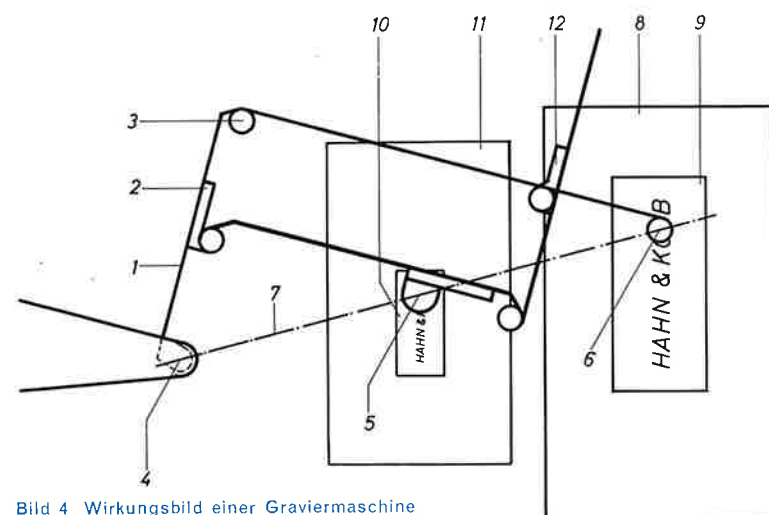
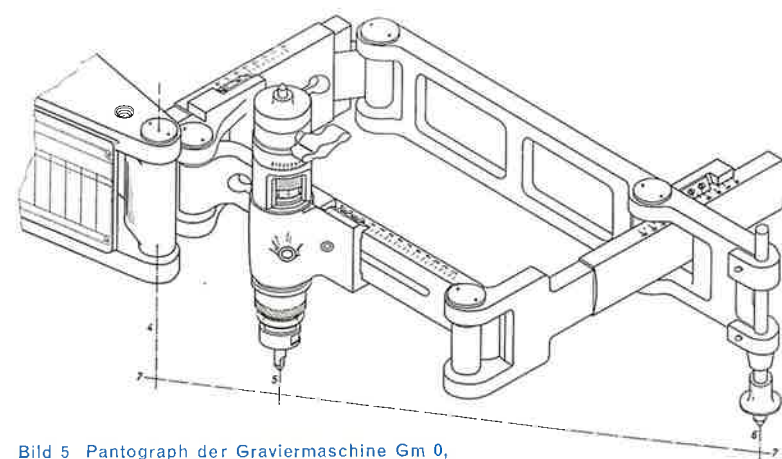
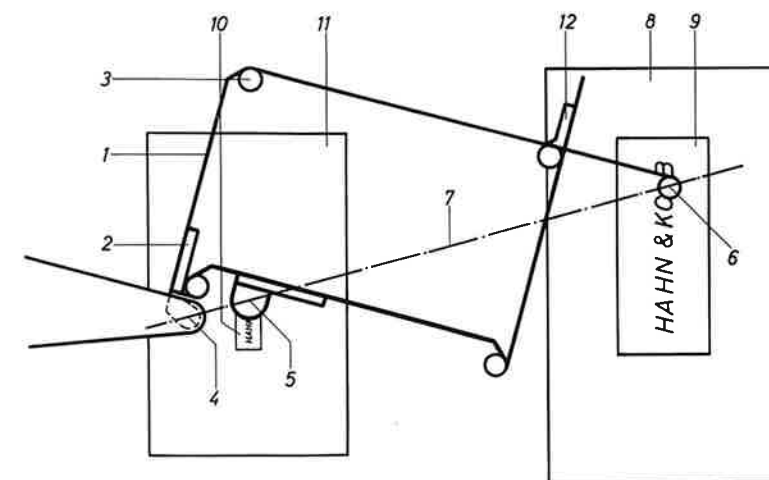

Bild 4 Wirkungsbild einer Graviermaschine (von oben gesehen) 1:v = 1:2
Bild 5 Pantograph der Graviermaschine Gm 0, Verhältnis 1:2 bis 1:8
Bild 6 1:v = Strecke $\overline{4,5}$:Strecke $\overline{4,6}$ = 1:8
Ein Wirkungsbild einer Graviermaschine zeigt Bild 4.
Das Parallelogrammgestänge sorgt dafür, daß das jeweils eingestellte **Einstellverhältnis**, d. h. die Unter- oder Übersetzung der Fahrstiftbewegung (Schablone) gegenüber der Fräsbewegung (Gravur oder Fräsbild) während der Arbeit unveränderlich bleibt. Die Anordnung übt dabei die Funktion eines Hebelsystems aus. Die Hebelarme ergeben sich auf der Einstell-Hauptachse (7). Der Kraftarm entspricht der Strecke $\overline{4,6}$ und der Lastarm der Strecke $\overline{4,5}$. Das Einstellverhältnis „v“ ist gleich dem Quotienten der beiden Arme, $1:v = \overline{4,5} : \overline{4,6}$. In Bild 4 ist „v“ = 2 d. h. die Schablone ist doppelt so groß wie die Gravur oder die Fräsung.
Das Einstellverhältnis „v“ kann man dadurch verändern, daß man die Schieber 2, 5 und 12 Bild 4) nach Skalen, die sich auf den Pantographenarmen befinden, verschiebt und dann fixiert.
Der **Bereich der Einstellverhältnisse des Pantographen** steht unmittelbar mit dessen konstruktivem Aufbau in Verbindung; denn in Abweichung des Wirkungsbildes nach Bild 4 gibt es auch andere Möglichkeiten der Anordnung. — Dies wird nachfolgend an den vier verschiedenen Pantographen der KUHLMANN-Graviermaschinen erklärt. Damit ergeben sich vier verschiedene Typen mit vier abweichenden Verwendungsmöglichkeiten.
Der **Pantograph der Graviermaschine Modell Gm 0** ist in Bild 5 gezeigt. Die Anordnung entspricht dem Wirkungsbild nach Bild 4. Wie dort befindet sich der Gravierkopf auf der Einstellhauptachse stets zwischen Aufhängelager (4) und Fahrstift (6). Die breiten Seiten der Pantographenarme stehen senkrecht. Das ergibt einen sog. Hoch-Pantographen, der dem senkrechten Fräsdruck ein großes Widerstandsmoment gegenüberstellt. Zusätzlich befindet sich der Gravierkopf, der an einem Schieber gehalten wird, zwischen den beiden Lagerungen eines Pantographenarmes.
Damit ist er stabil und vibrationsfrei aufgehängt. Hierauf beruht neben der robusten Konstruktion und präzisen Ausführung des Pantographen die unerwartet hohe Standfestigkeit und Leistungsfähigkeit der Gm 0. Leider ist es jedoch nicht möglich 1:1 einzustellen, denn dann müßte der Lastarm (Entfernung Gravierkopf vom Aufhängelager) ebenso lang sein wie der Kraftarm (Entfernung Fahrstift vom Aufhängelager). Bild 4 und 5 zeigen, daß dies offensichtlich nicht möglich ist. Der Gravierkopf und Fahrstift müßten dann in Deckung sein, was natürlich unausführbar ist. Die eine Grenze $1:v = 1:2$ zeigt Bild 4 und die andere Grenze $1:v = 1:8$ das Wirkungsbild Bild 6.